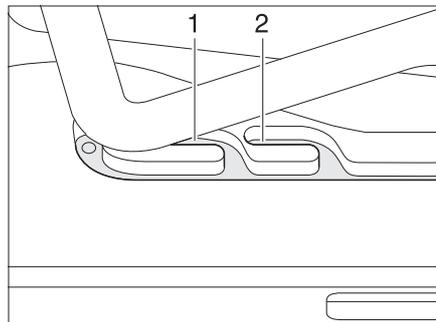
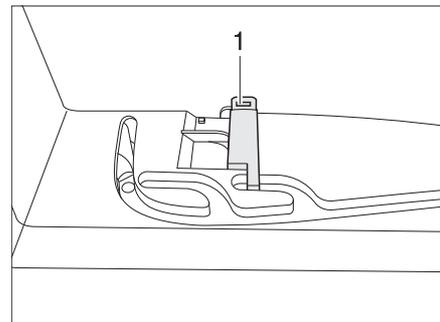

Bild 71 Heki-Dachhaube in Lüftungsstellung
Bild 72 Verriegelung Lüftungsstellung
Die Heki-Dachhaube kann in zwei Lüftungsstellungen gebracht werden: Schlechtwetterstellung (Bild 71,1) und Mittelstellung (Bild 71,2). Je nach Modell kann die Dachhaube in der Mittelstellung mit dem Riegel (Bild 72,1) verriegelt werden.
- Den Bügel leicht nach oben drücken und in die gewählte Führung (Bild 71,1 oder 2) schieben und ggf. verriegeln.